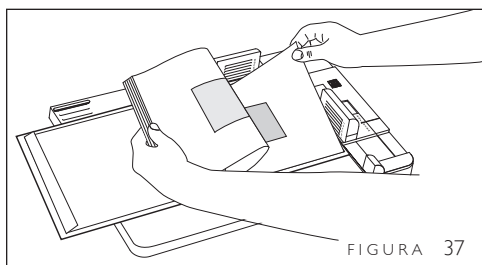

FIGURA 37
5. Levante cuidadosamente el lado derecho del bloque de páginas y retire el papel protector grande del panel derecho de la tapa (Figura 37). Baje el bloque de páginas sobre el panel y presiónelo contra este para fijarlo.